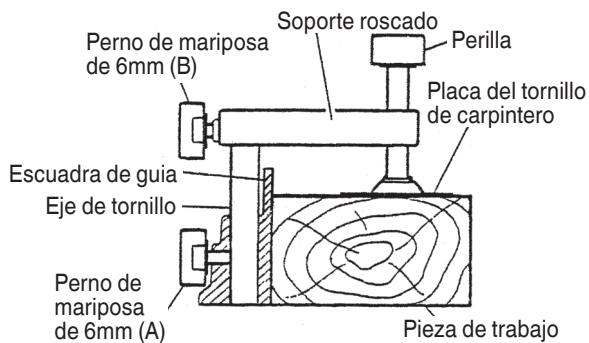

Fig. 21
- (1) El conjunto de tornillo de carpintero puede montarse en la escuadra de guía izquierda (escuadra de guía (B)) o bien en la escuadra de guía derecha (escuadra de guía (A)) aflojando el perno de orejas de 6mm (A).
- (2) El portatornillo puede elevarse o bajarse de acuerdo con la altura de la pieza de trabajo aflojando el perno de orejas de 6mm (B). Despues del ajuste, apriete firmemente el perno de orejas de 6 mm (B) y fije el portatornillo.
- (3) Gire la perilla superior y fije firmemente la pieza de trabajo en su lugar (Fig. 21).